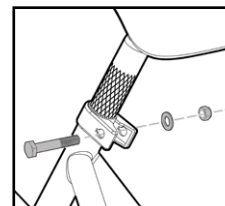
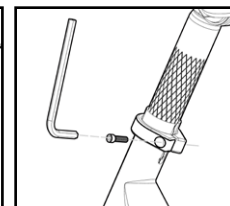

Figure 10
Figure 11
Si la selle de votre bicyclette est munie d'un chariot standard (voir la Figure 10), utilisez une clé à molette (B) pour serrer l'écrou de façon sécuritaire. Si le chariot de selle de votre bicyclette est muni d'un boulon (voir la Figure 11), utilisez une clé Allen de 4, 5 ou 6 mm (C) pour serrer l'écrou de façon sécuritaire. Une fois le chariot de selle serré, la selle devrait être totalement immobilisée et ne bouger dans aucune direction (de l'arrière vers l'avant, de haut en bas ou d'un côté à l'autre).